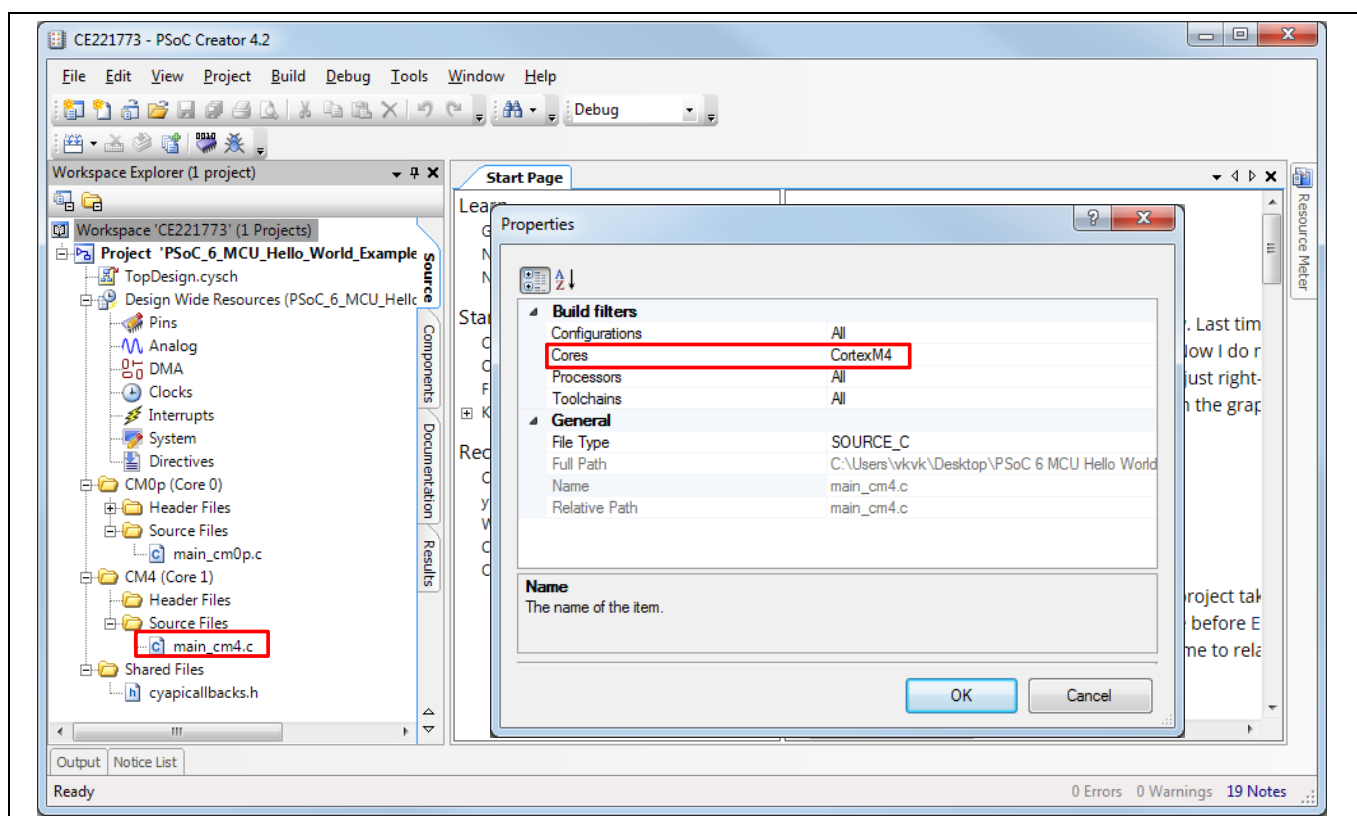

Figure 25 设置源 C 文件的目标处理器
**背景:** PSoC™ 6 MCU 是一款双 CPU 平台。您可以将固件目标设置为在 Cortex®-M4 或 Cortex®-M0+ 上运行。您可以通过访问文件属性在源文件级别设置此项。右键单击源文件，然后选择 **Properties**。Figure 25 显示了 **Properties** 对话框窗口。默认情况下，*main\_cm0p.c* 文件的目标是 Cortex®-M0+，而 *main\_cm4.c* 文件的目标是 Cortex®-M4。您无需修改任何其他文件的属性。它们已在代码示例中设置。